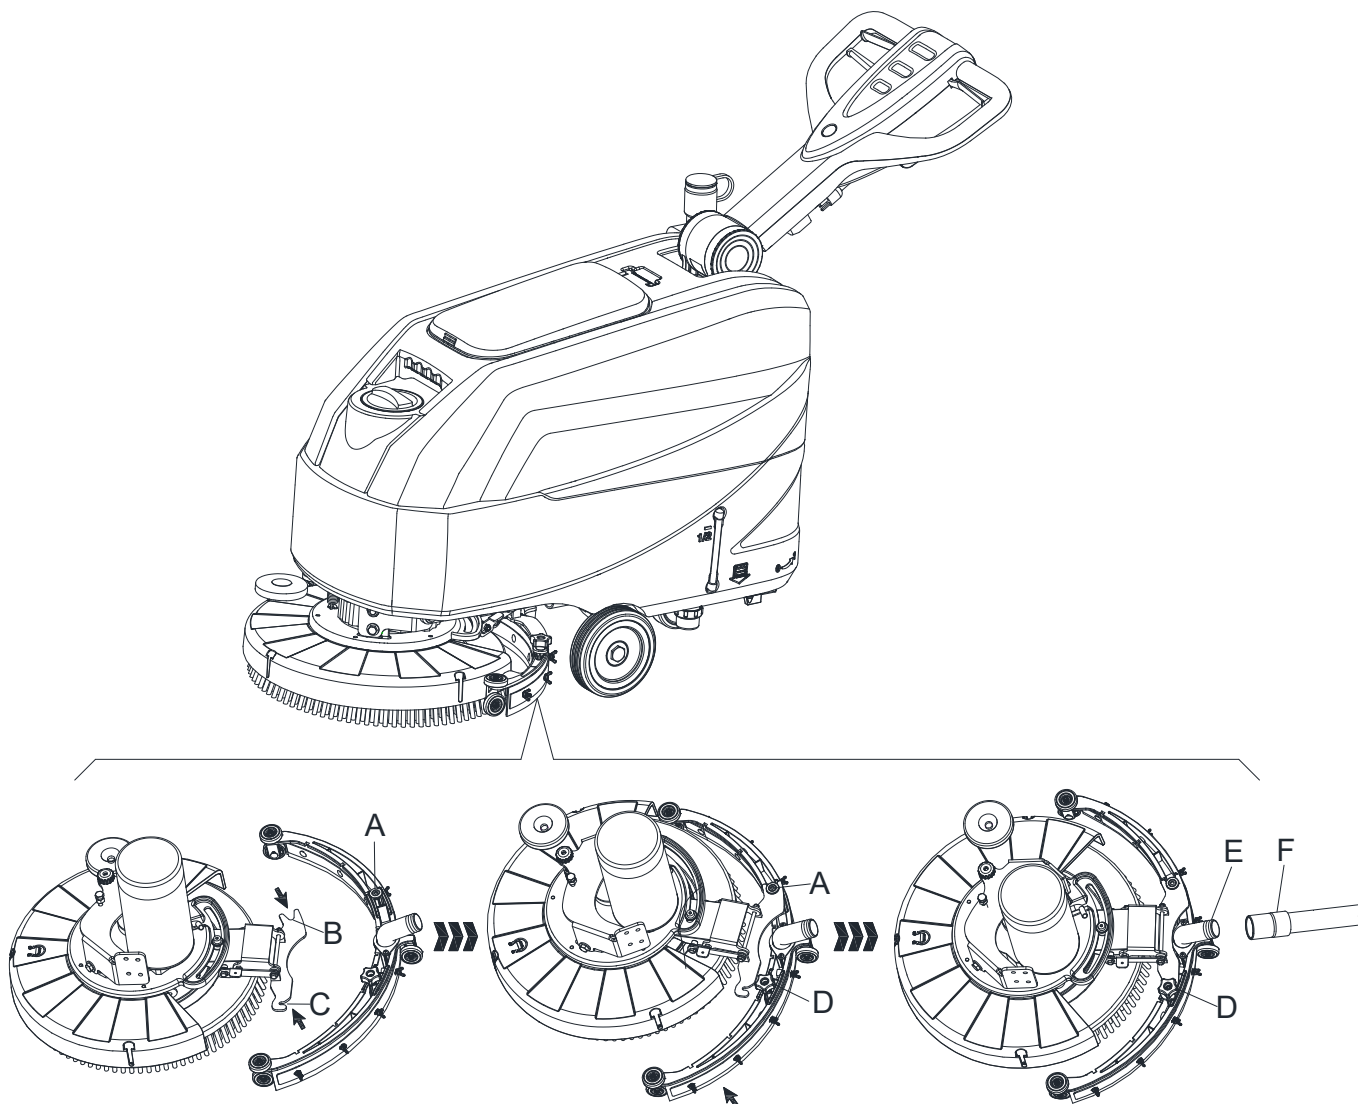

Figure 4
5. Fixez le goujon A sur l'ouverture B, puis fixez une autre vis C sur l'ouverture D, serrez le bouton de la raclette et branchez le flexible de vidange d'eau de récupération F au connecteur E (Figure 4).